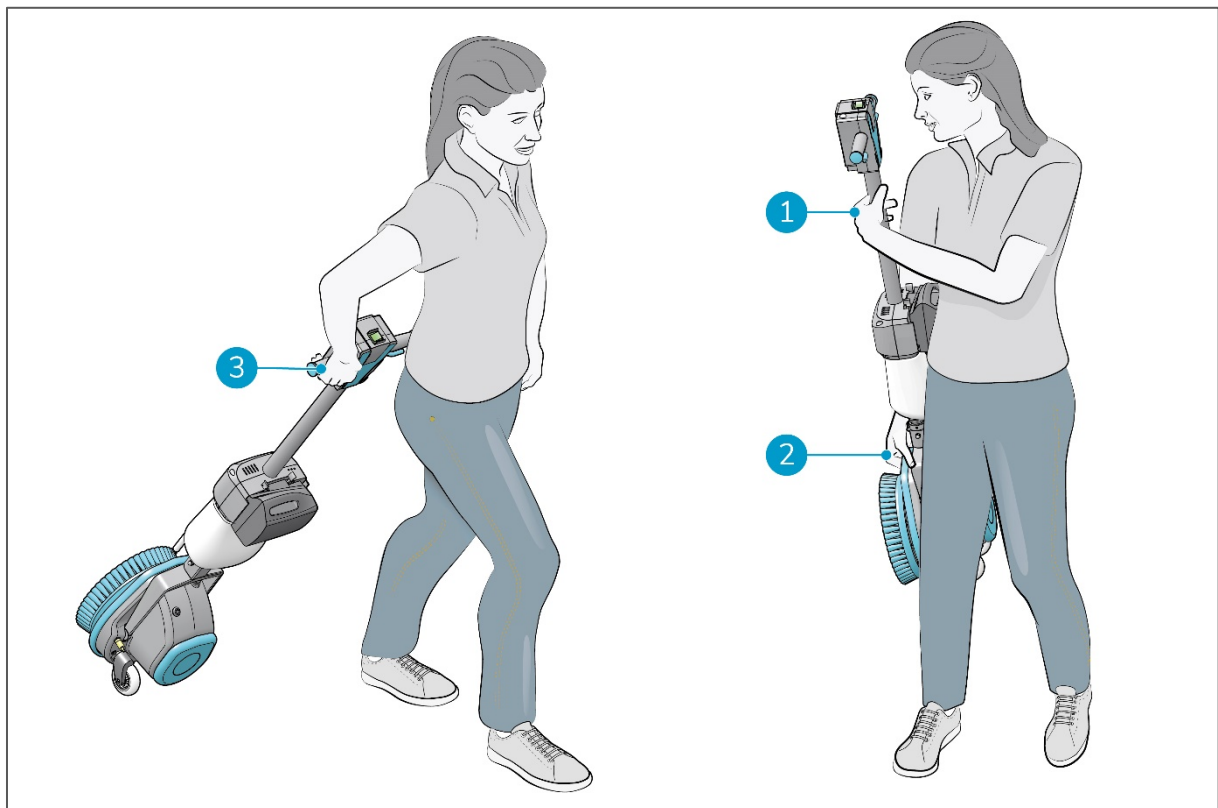

Figura 20
2. Tenere il manico con una mano (Figura 20, pos 3).
1. Tenere il manico con una mano (Figura 20, pos 1).
2. Sollevare la testata con l'altra mano (Figura 20, pos 2).